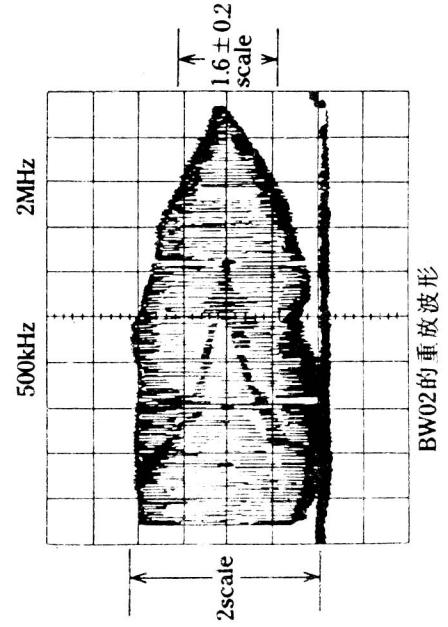

图14
③将示波器使其显示的波形周期大于1帧(V)(垂直同步),如图14所示;